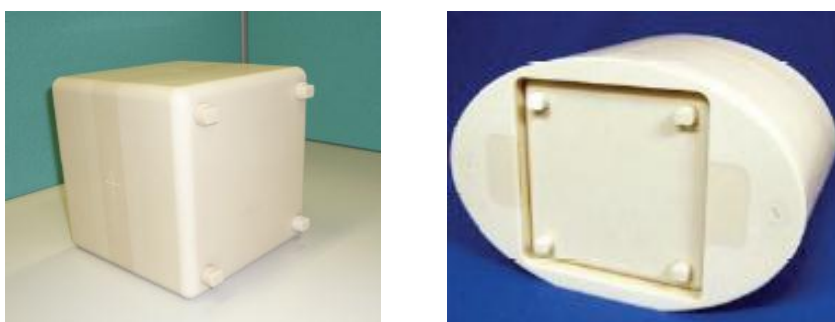

Figure 2 CT撮影用モジュール。(左)モジュール、(右)モジュール+筐体
1. 原則として、本プログラムは訪問測定者が実測いたしますが、CT撮影から治療計画の立案までを施設の担当責任者に実施していただきます。また、測定機材に関しましては、測定日の一週間前までに施設へ送付しますので、到着後、「CT撮影用モジュール」と書かれたジュラルミンのケースの中に、Figure 2で示したCT撮影用の筐体とモジュールがあることをご確認してください。